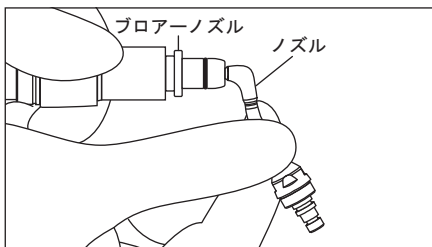

図10
- ⑤ノズルの先端にプロアーノズルを接続し（図10）エアーのみで空運転します。これによりノズル内に残留したパウダーが排出されます。